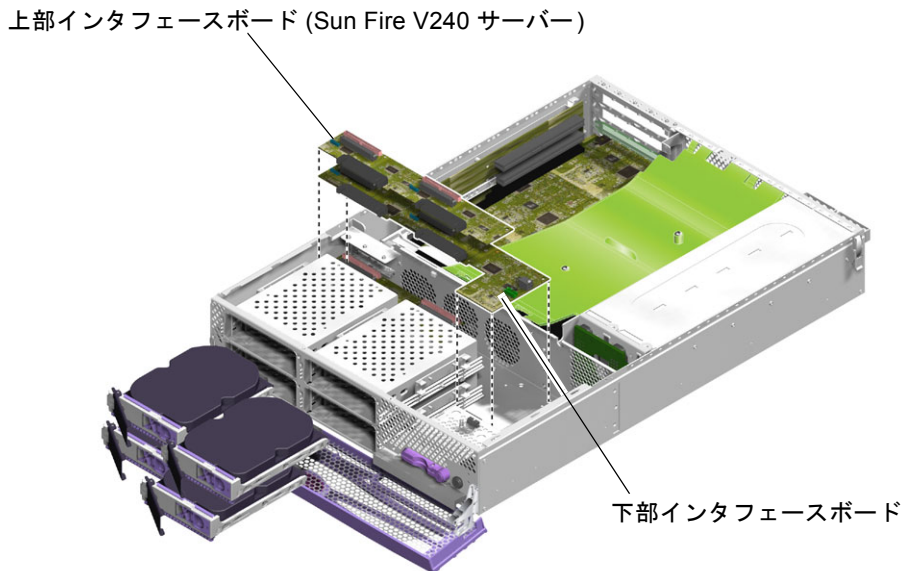

図 1-22 インタフェースボードの取り外し
8. サーバーのシャーシから UIB を取り出します (図 1-22)。